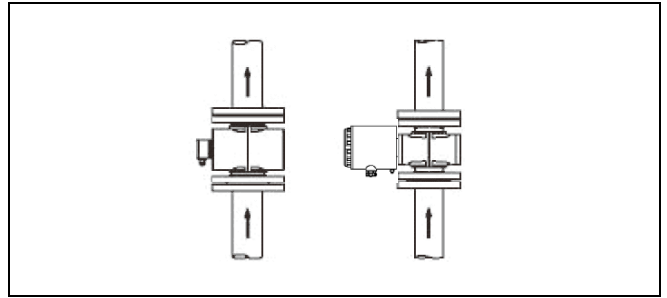

图 7
- 当测量易产生磨损的介质时，应垂直安装，流体由下而上流动，最大流速不超过 3m/s （见图 7）。